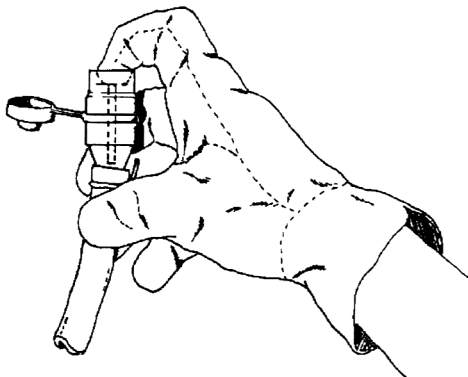

Figura 9 - Valva furtunului de alimentare al pompei pentru praf
3. Îndepărtați filtrul și lăsați apa să curgă prin valva (care se găsește la capătul inferior al furtunului de alimentare) împingând acul și făcându-l să meargă de sus în jos ca în Figura 9.
Pentru a curăța pompa, trebuie să folosiți aproximativ 4/5 litri de apă curată: Pentru umplerea pompei, lăsați pompa să absoarbă apa și apoi lăsați-o să se scurgă prin furtunul de alimentare împingând acul valvei (Figura 9). Pentru pompa auxiliară, introduceți apa în rezervor și apoi porniți pompa timp de câteva minute. Apoi lăsați apa să curgă ca de obicei.